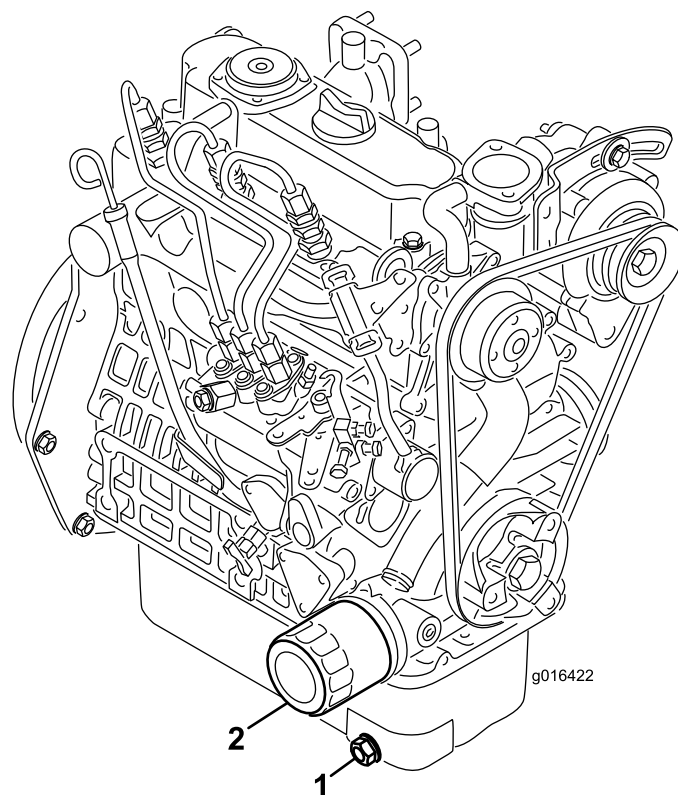

Figura 35
1. Retire el tapón de vaciado (Figura 35) y deje fluir el aceite a un recipiente apropiado. Cuando el aceite deje de fluir, coloque el tapón de vaciado.